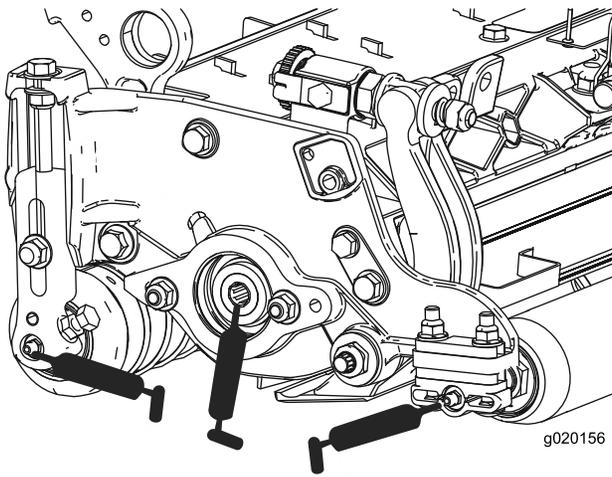

Bild 24
Die Schmierstellen befinden sich an der Frontrolle (2) und der Heckrolle (2). Auch sollte nach 250 Betriebsstunden (oder wenn der Spindelmotor vom Mähwerk entfernt wird) Schmiermittel auf den Keileinsatz aufgetragen werden (Bild 24).